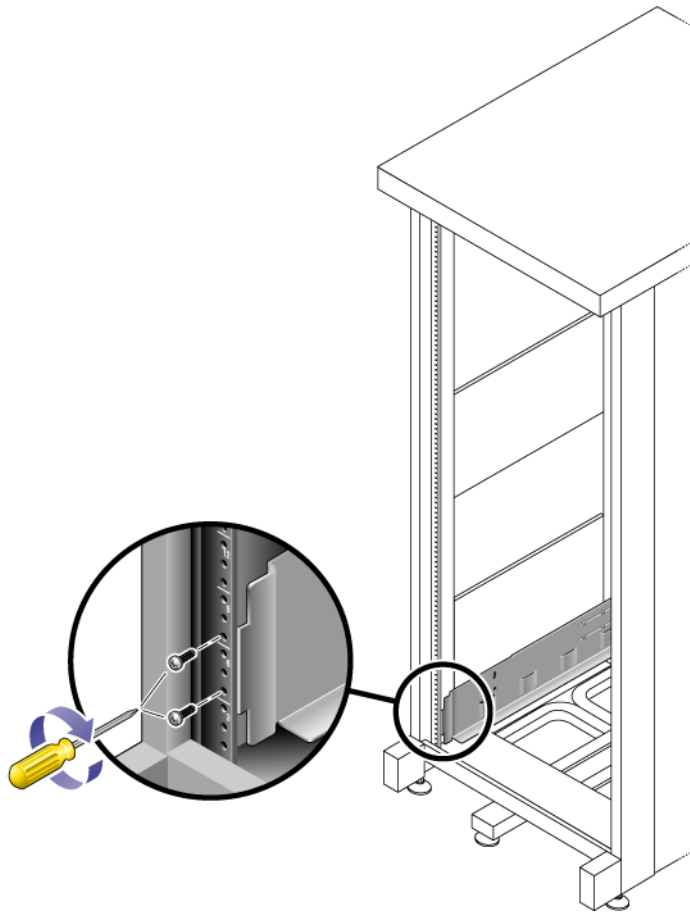

FIGURA 2-4 Fijación de la guía izquierda al montante delantero del armario
2. Utilice el destornillador Phillips del 2 para introducir y apretar dos tornillos de 8-32 en sendos taladros a fin de fijar la guía izquierda al frontal del armario (FIGURA 2-4).